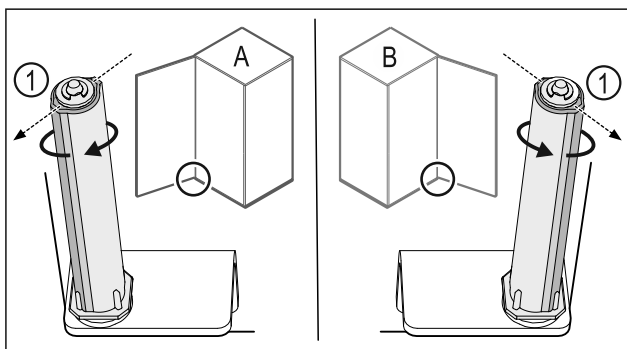

Fig. 40 Okretanje nalijevo (A) / okretanje nadesno (B)
- Okrećite sustav zatvaranja do kraja dok lamela sustava zatvaranja Fig. 40 (1) ne bude usmjerena prema van.